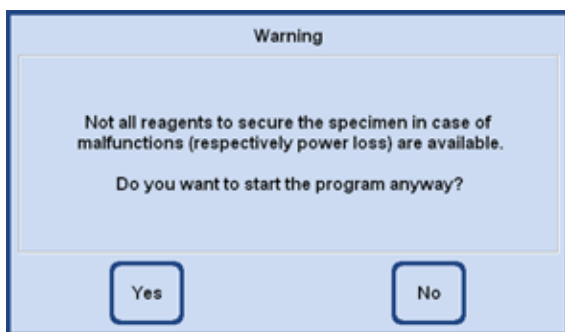

Fig. 245
- Se outro reagente for usado por não haver um reagente seguro no aparelho quando o programa foi iniciado, aparecerá uma mensagem de atenção (Fig. 245). Entretanto, a abertura do programa **NÃO** será cancelada.